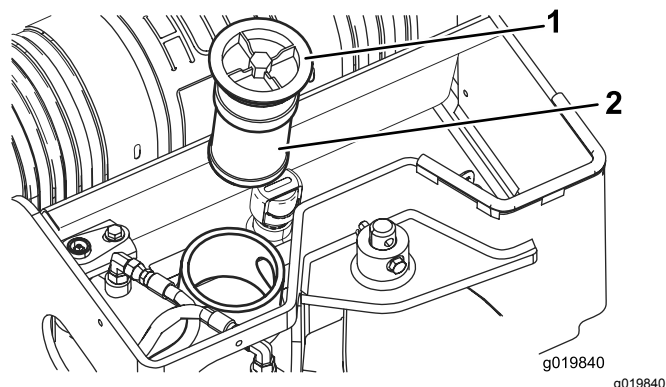

図 61
4. 古いフィルタを外して捨てる 図 61。
5. 新しいフィルタを取り付け、キャップをして上部ボルトを  $21-25 \text{ N}\cdot\text{m}$   $2.3-2.8 \text{ kg}\cdot\text{m}$  =  $200-240 \text{ in}\cdot\text{lb}$  にトルク締めする 図 61。
5. 油圧オイルタンクのフィルタとキャップ 図 61 を取る。
10. フィルタを取り付け、キャップをして上部ボルトを  $21-25 \text{ N}\cdot\text{m}$   $2.3-2.8 \text{ kg}\cdot\text{m}$  =  $200-240 \text{ in}\cdot\text{lb}$  にトルク締めする 図 61。